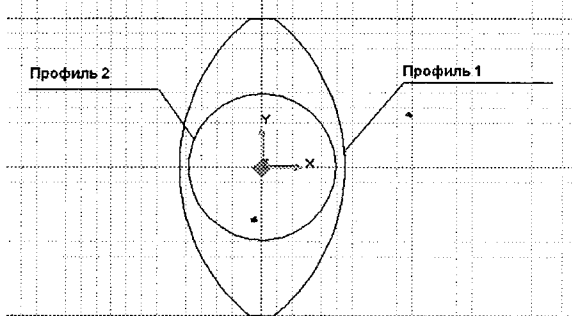

Рисунок 2.6 – Результат побудови додаткового контуру
11. Натисніть клавішу «Номе», а потім <Пробел> (рис. 2.6).
2. З'явиться запит профілю. Виберіть профіль 1 (рис. 2.6) і натисніть <Enter>.
6. З'явиться запит профілю. Виберіть профіль 1 (рис. 2.6) і натисніть <Enter>.